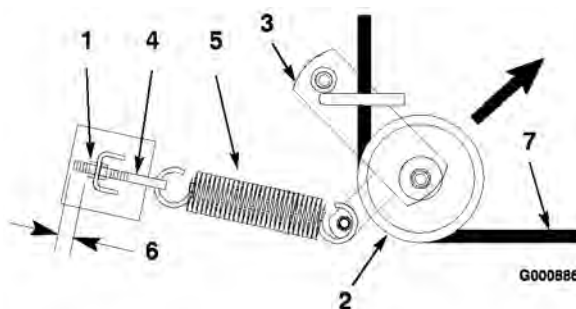
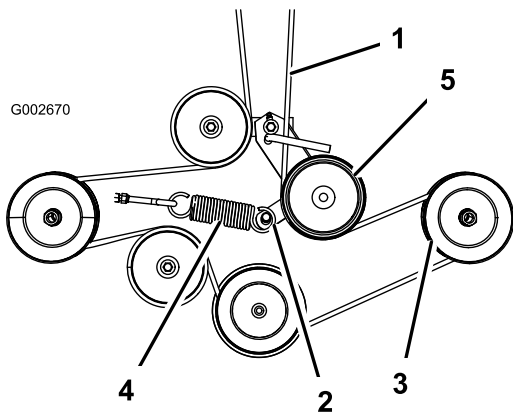

Bild 52
Bild 53
- Ziehen Sie die Spannscheibe in die in Bild 52 angegebene Richtung und rollen den Riemen von den Scheiben ab.
- Verlegen Sie den neuen Riemen um den Spannarm und um die Spannscheibe (Bild 52).
- Ziehen Sie die Spannscheibe in die in Bild 52 angegebene Richtung und verlegen den Riemen um die anderen Scheiben (Bild 53).
Hinweis: Prüfen Sie, ob die Länge des freien Gewindes an der Feder-Augenschraube 3 mm beträgt (Bild 52).